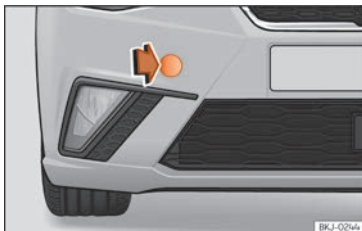

Fig. 47 Parte direita do para-choques dianteiro: retirar a tampa.
O alojamento para a argola de reboque enroscável encontra-se na parte direita do para-choques dianteiro, atrás de uma tampa » **Fig. 47.**
- Retire a tampa fazendo pressão na zona esquerda da mesma e deixe-a pendurada no veículo » **Fig. 47.**